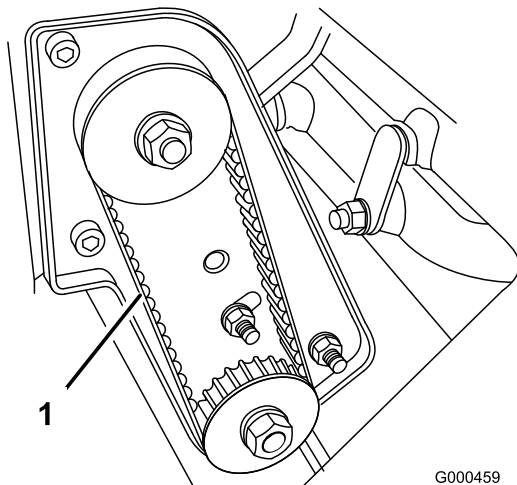

Bild 35
2. Prüfen Sie die Spannung des Riemens (Bild 35). Wenden Sie eine Kraft von $1,8 \pm 0,5$ kg in der Mitte der Scheiben an. Der Riemen muss sich 4,8 bis 7,9 mm durchbiegen lassen. Machen Sie bei einem falschen Durchbiegungswert mit dem nächsten Schritt weiter.